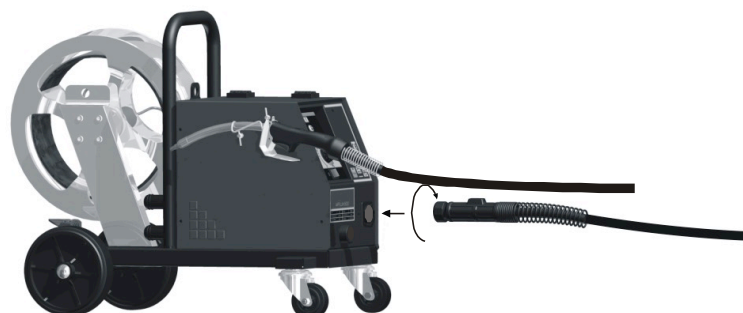

Fig.6
5.2 – Conectar la antorcha a la devanadora (adaptador de antorcha). Insertar la extremidad de la antorcha y apretar firmemente la tuerca de sujeción (Fig.6).